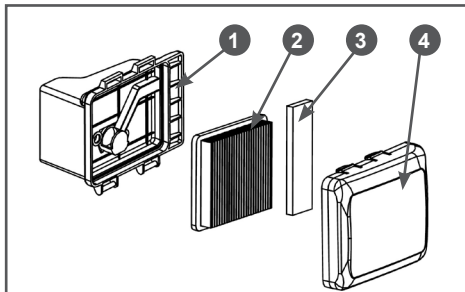

Рис. 15 Обслуживание воздушного фильтра
1. Нажмите на фиксаторы и снимите крышку 4 корпуса воздушного фильтра (Рис. 15).
2. Извлеките фильтрующие элементы 2 и 3 (Рис. 15).
4. Предварительный фильтрующий элемент (Рис. 15 п. 3) – поролоновый. Промойте его теплым мыльным раствором, тщательно отожмите и просушите. Затем смочите его специальным или чистым моторным маслом, после чего отожмите излишки масла.
5. Основной фильтрующий элемент (Рис. 15 п. 2) – на модели LM4622 поролоновый, на моделях LM4840 и LM5345 – бумажный. Поролоновый основной фильтрующий элемент (LM4622) промойте теплым мыльным раствором,
- Произведите очистку крышки 4 и корпуса 1 воздушного фильтра от грязи и пыли (Рис. 15), не допуская попадания пыли и грязи в карбюратор.